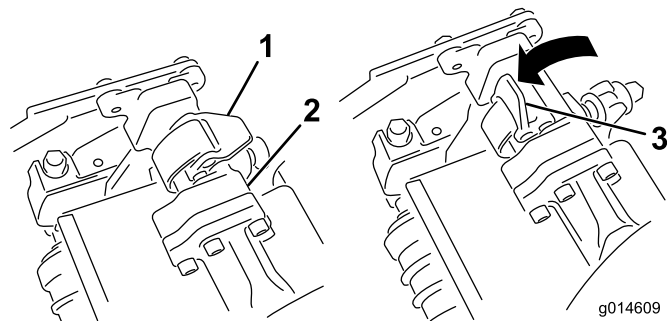
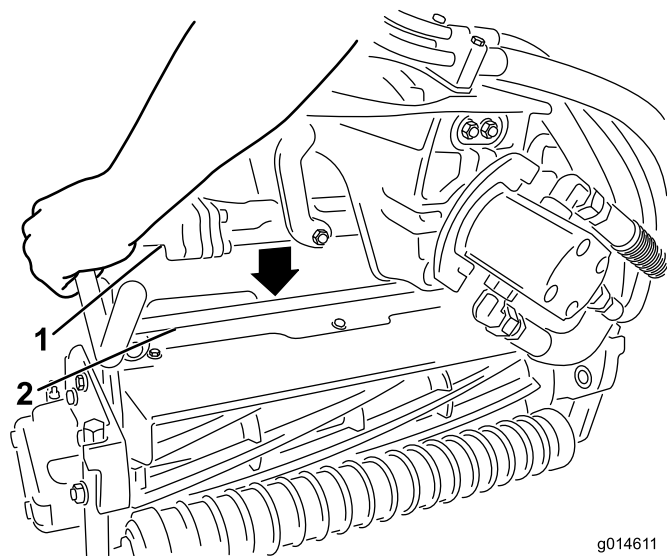

Figura 33
Figura 34
3. Con los enganches del brazo de suspensión orientados hacia arriba (es decir, abiertos (Figura 33)), empuje hacia abajo el brazo de suspensión de modo que la barra encaje en la barra situada en la parte superior de la unidad de corte (Figura 34).
4. Presione los enganches hacia abajo alrededor de la barra de la unidad de corte y bloquéelas (Figura 33).
4. Abra los enganches de la barra del brazo de suspensión de la unidad de corte que está retirando (Figura 33).